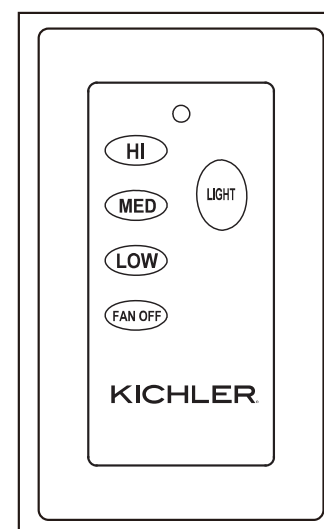

Fig. 21
- Bouton D'éclairage = Le bouton "d'éclairage" permet d'allumer ou d'éteindre la lumière ainsi que de contrôler le réglage de la luminosité ( **Fig. 21** ).